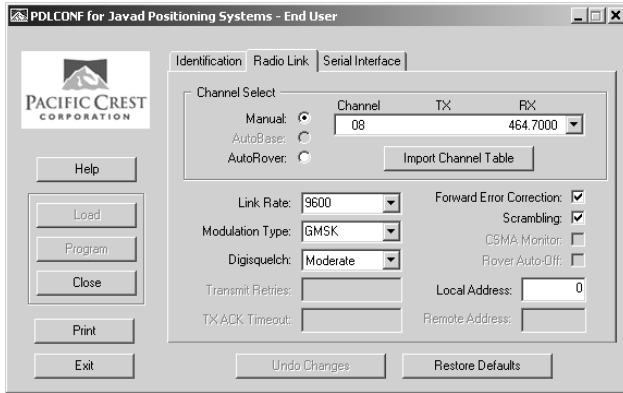

Figura 2-31. Pestaña Radio Enlace de PDL
10. Haga clic en la pestaña Radio Link (Radio Enlace) y defina los siguientes parámetros (Figura 2-31 en la página 2-39):